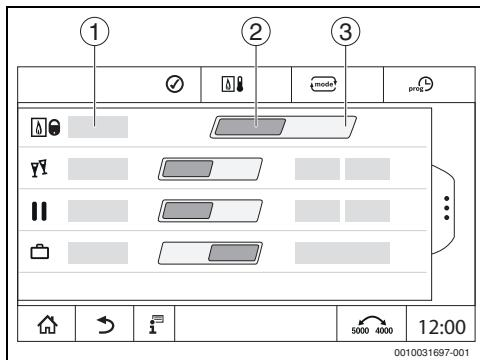

Рис. 1 Блокировка/разблокировка стандартного теплогенератора
- ▶ коснитесь **Разблокировка** (→ рис. 1, [2], стр. 6).